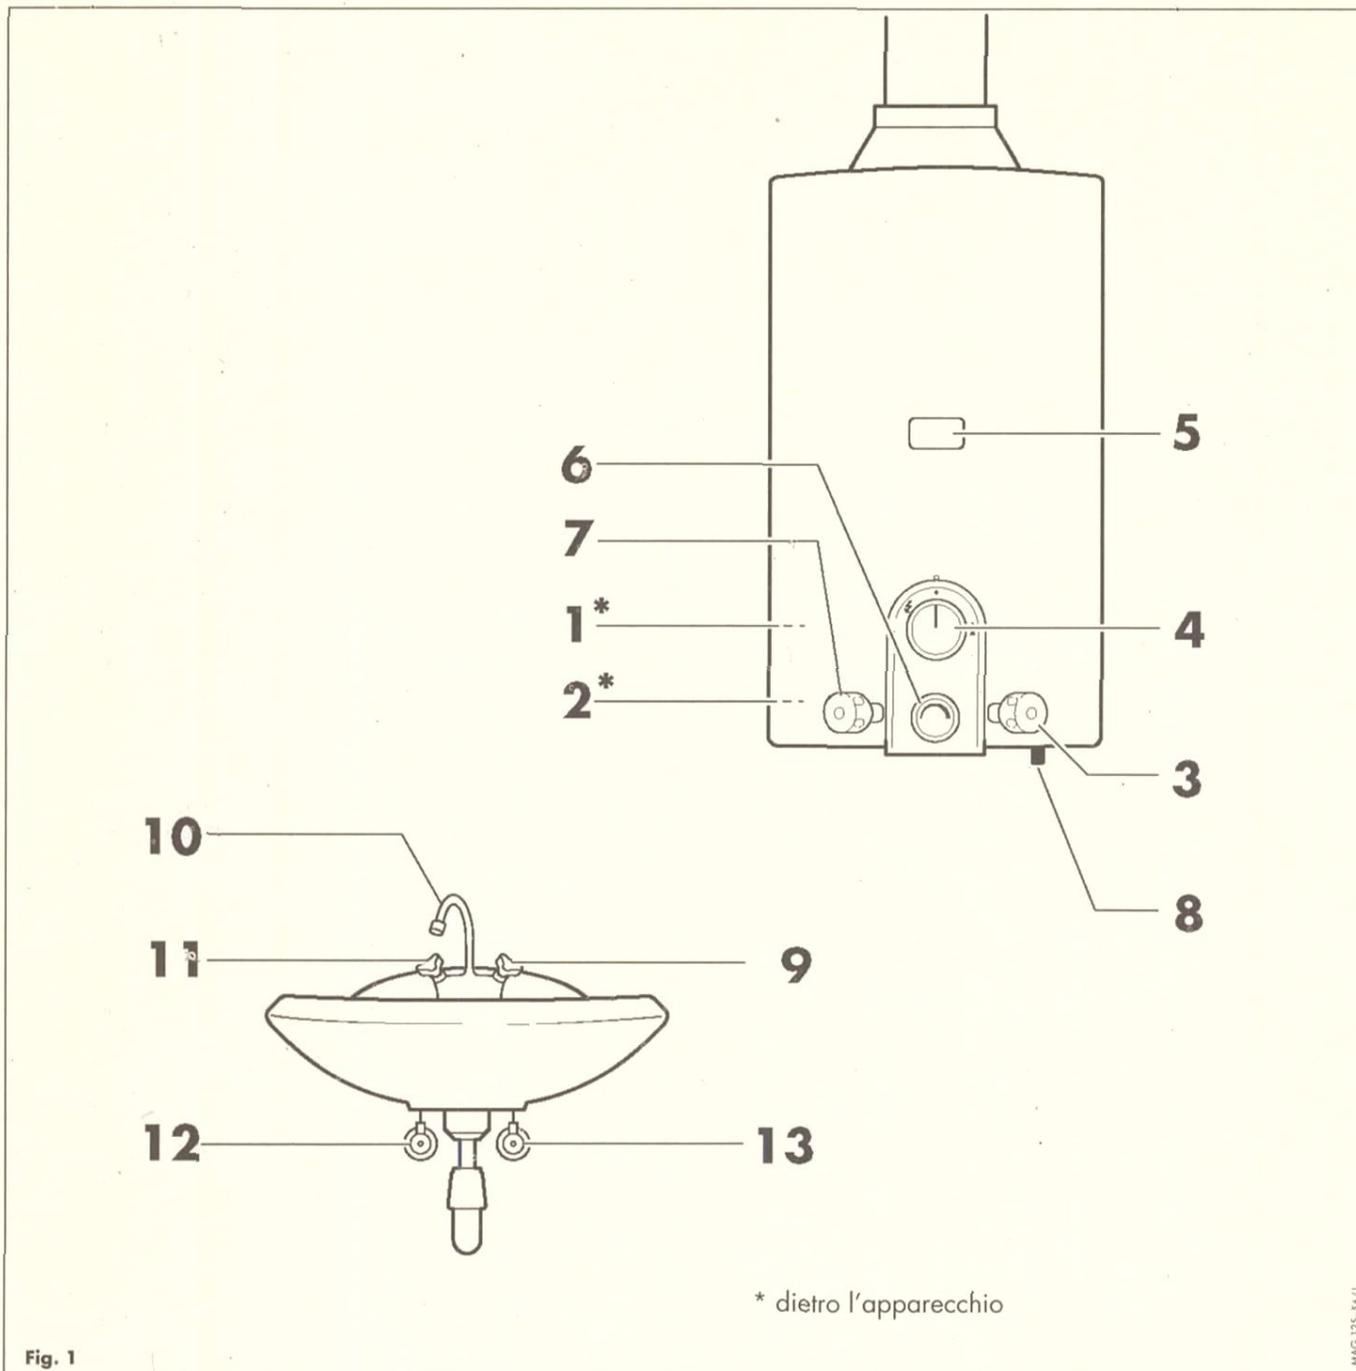

Fig. 1
- la manopola (4) e
- il pulsante (8).
- In posizione SPENTO ● premere la manopola (4) e ruotarla a sinistra fino al fermo nella posizione ACCENSIONE.
- Mantenere la manopola (4) in questa posizione e contemporaneamente premere il pulsante (8).
- ☞ La fiamma pilota si accende ed è visibile dall'apertura (5, fig. 1).
- Rilasciare il pulsante (8) e mantenere la manopola (4) in posizione ACCENSIONE ↓ per altri 10 secondi circa con la fiamma pilota accesa.
- ☞ Nel caso la fiamma pilota non si accendesse, prima di azionare nuovamente il pulsante (8), mantenere più a lungo la manopola (4) in posizione di accensione, onde espellere l'aria eventualmente contenuta nel tubetto della fiamma pilota.